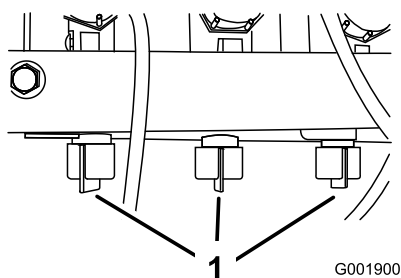

Figure 22
10. Réglez la vanne de dérivation de rampe (Figure 22) située sous le distributeur de commande de la rampe que vous avez mise hors service jusqu'à ce que la valeur indiquée au manomètre soit la même qu'au point 7.